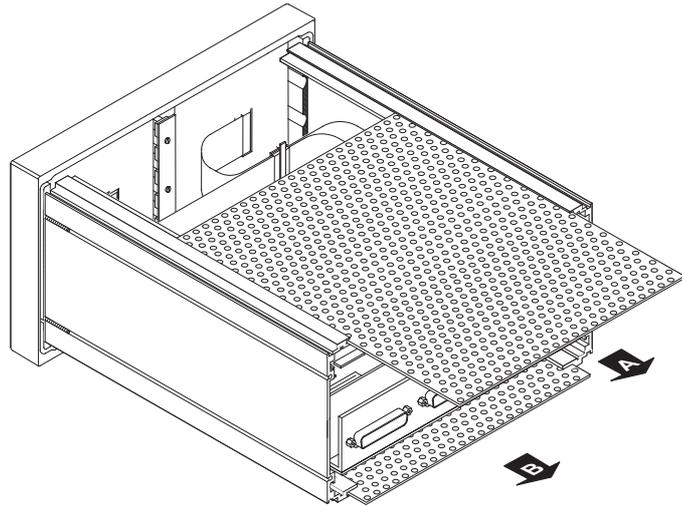

Bild D 8-25: Herausziehen der Lochbleche
8. Ziehen Sie vorsichtig die Lochbleche aus dem Rahmen (siehe Bild D 8-25).